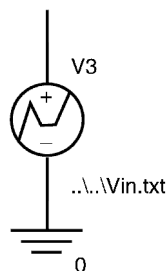

图 7.18 添加 VPWL\_FILE 信号源
9. 从 source 库中选择 VPWL\_FILE 信号源，将其名称 < FILE > 按照图 7.18 所示 .. \..\Vin.txt 进行重命名。